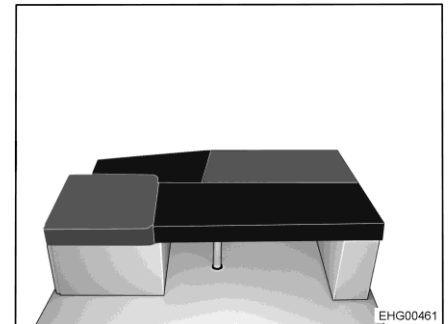

Fig. 161 Después de la transformación
- Colocar el cojín adicional rectangular en la mesa (véase Fig. 161).
- Colocar el cojín adicional triangular sobre el ensanchamiento de cama largo, entre el asiento lateral y el banco individual (véase Fig. 161).